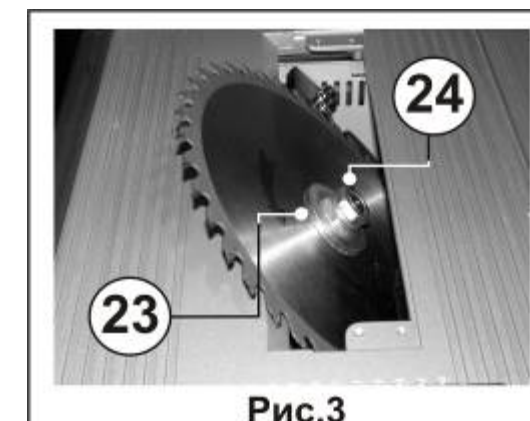

Рис.3
### 8.3. Замена пильного диска (Рис.3)
#### 8.3.1. Снятие пильного диска (Рис.3)
#### 8.3.2. Установка пильного диска (Рис.3)
**ВНИМАНИЕ:** При установке пильного диска следите, чтобы зубья пильного диска были направлены вниз в передней части пилы (Рис. 3).